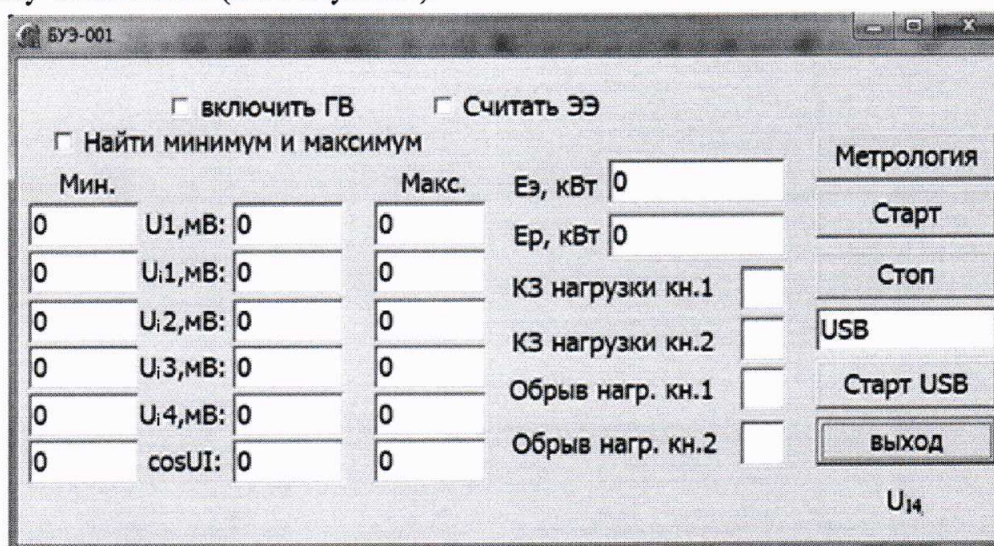

Рисунок 2 – Программа «BUE1.exe»
8.3.1.1 Для определения абсолютной погрешности на персональном компьютере запустить программу «BUE1.exe» (см. Рисунок 2).